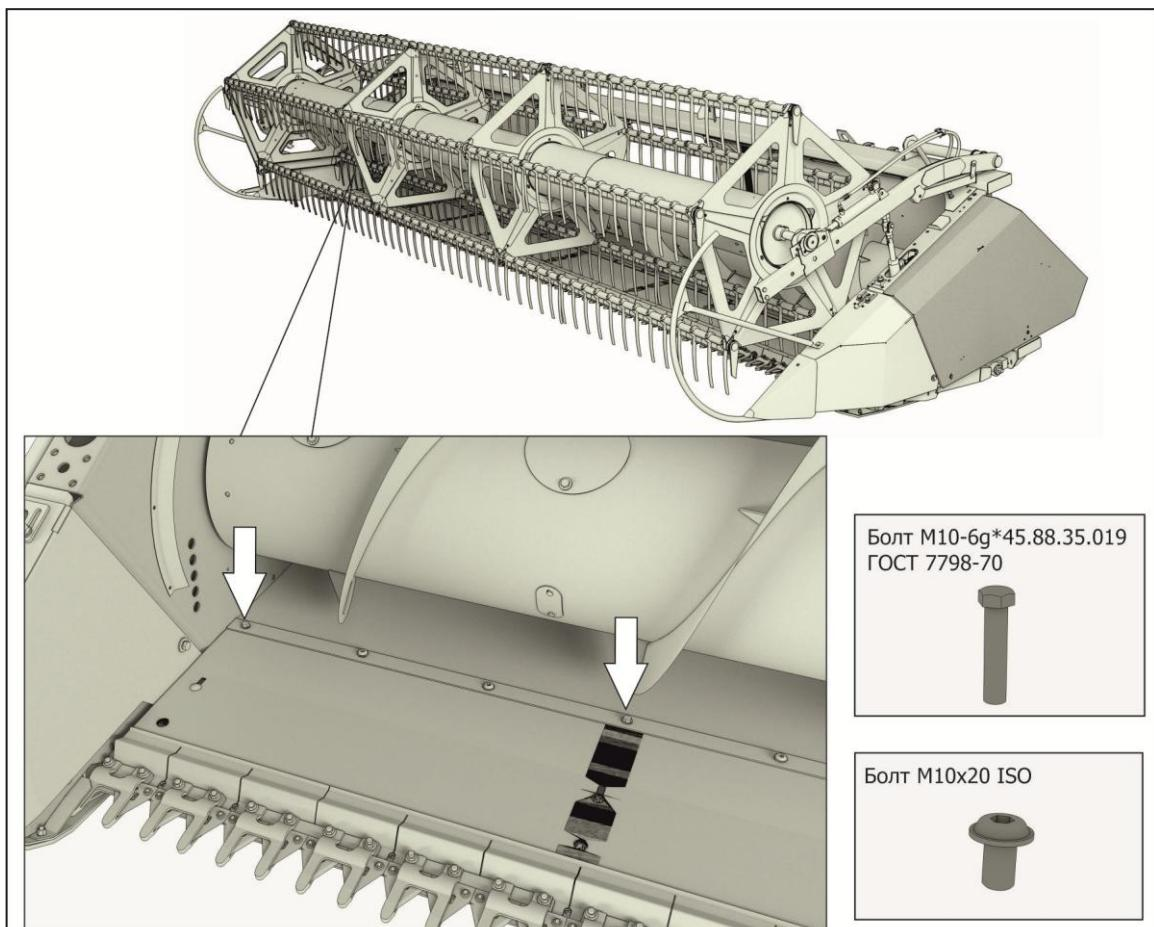

Рисунок 5.21 – Переоборудование жатки с уборки зерновых на уборку сои
3) Заменить болт M10x45 крепления рычагов режущего аппарата к каркасу (рисунок 5.21) по всей ширине жатки на болт M12x20 ISO (из комплекта ЗИП);